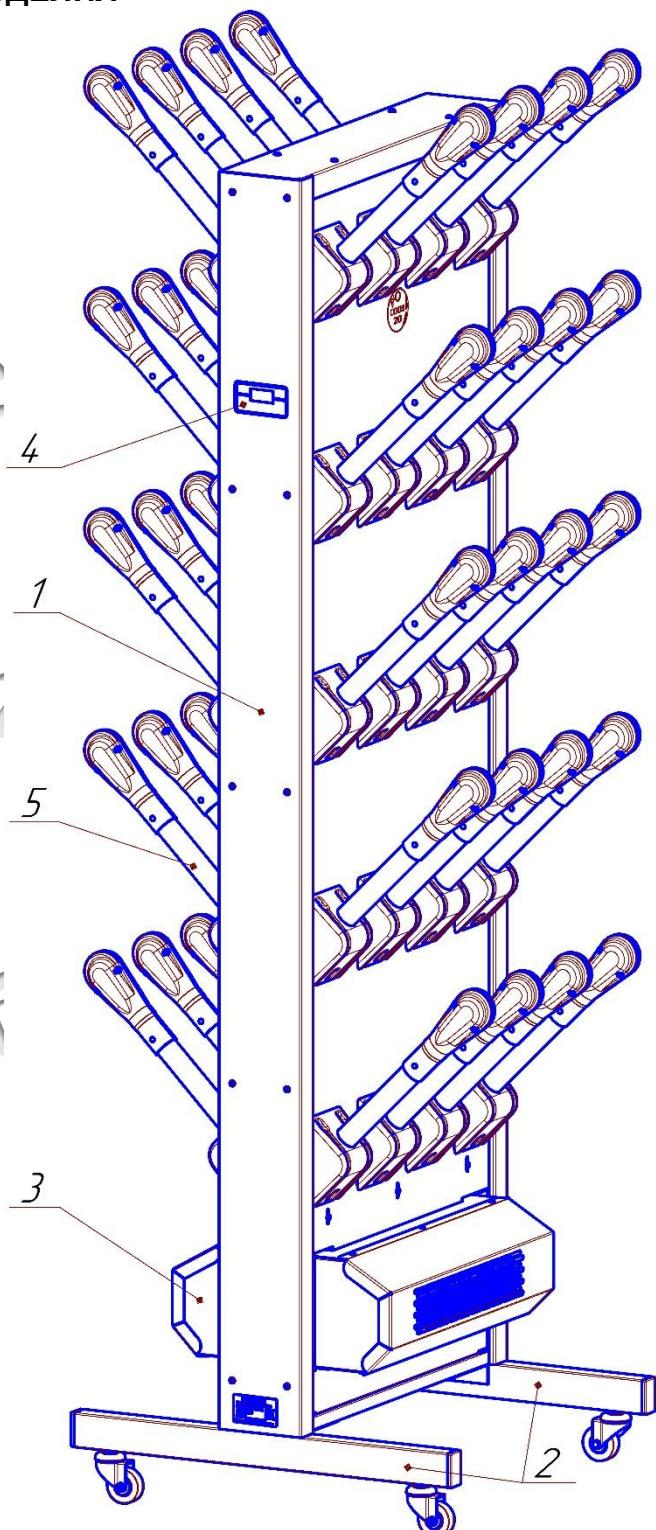

Рис. 1 Модуль сушильный для обуви Союз-20, (Союз-20Н)
- 3.1. Модуль сушильный (рис.1) состоит из металлического корпуса (поз.1) и двух подставок (поз.2).